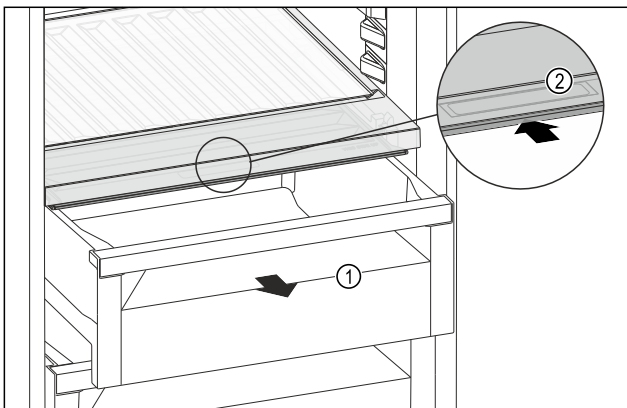

Fig. 252
- ▶ Извлеките выдвижной ящик Fig. 252 (1).
- ▶ Возьмитесь за утопленную ручку Fig. 252 (2) на крышке отделения и одновременно введите крышку отделения назад.